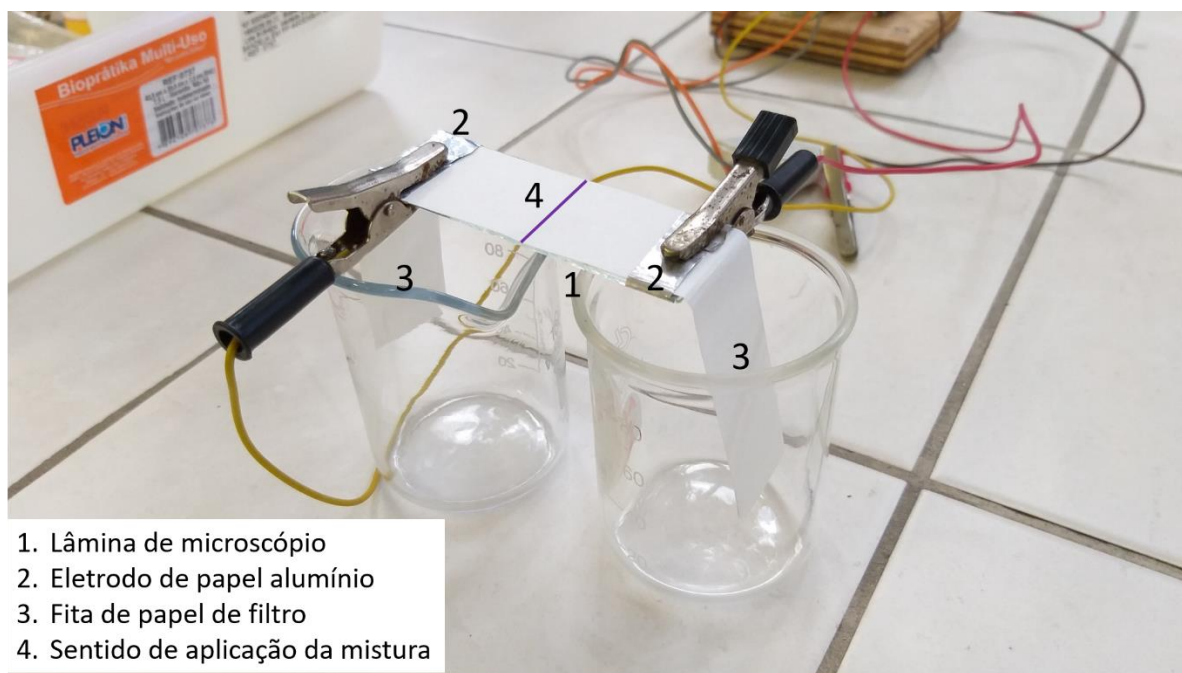

Figura 1. Sistema de eletroforese.
- b) Monte um sistema de eletroforese como mostra a Figura 1. Adicione solução de nitrato de potássio a cada um dos dois béqueres, até que haja o contato com a extremidade da tira de papel de filtro. Adicione, com o auxílio de uma pipeta de Pasteur, gotas da solução de KNO_3 à parte central da tira e espere que toda a fita fique umedecida, formando uma “ponte salina” entre os dois béqueres.